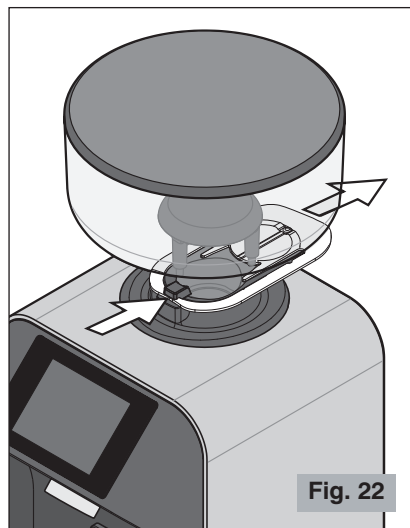

Fig. 22
**!** **Accertarsi della completa apertura dell'otturatore della campana fino a fine corsa (ultimo scatto) (vedere Fig. 22).**